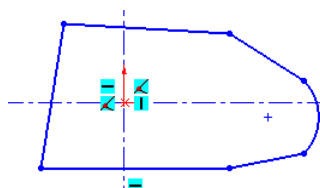

图 2.12.4 绘制圆弧
Step4. 绘制圆弧。选择下拉菜单    命令，在图形区绘制图 2.12.4 所示的圆弧。